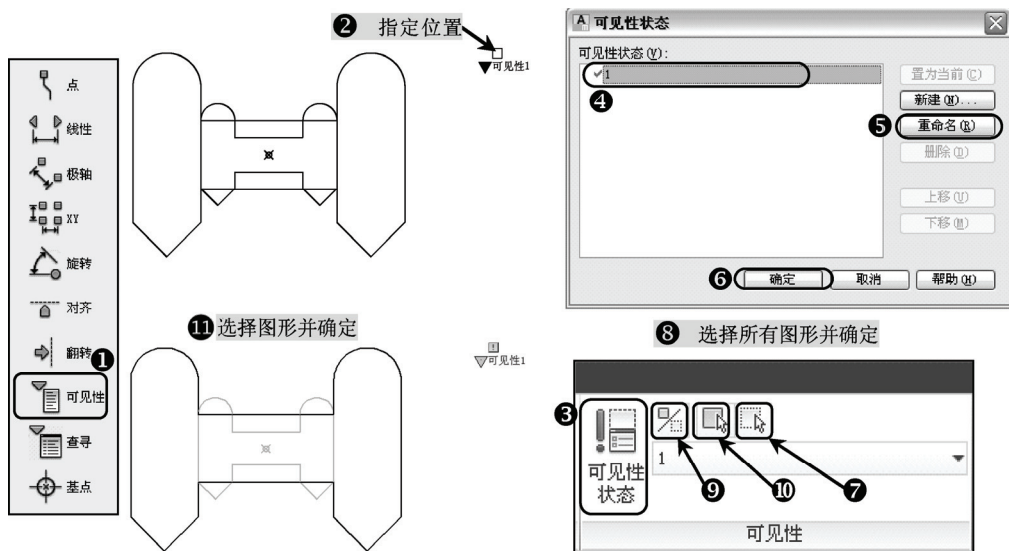

图 9-25 可见性操作 1
2) 在“块编写选项板”中的“参数”选项卡中单击“可见性”工具按钮，提示可见性参数放置位置，单击图形附近放置可见性参数；在“块编辑器”选项卡中的“可见性”面板中单击“可见性状态”按钮，弹出“可见性状态”对话框，将“可见性状态”栏中的“可见性状态 0”重命名为“1” (表示原始大小)，单击“确定”按钮，返回“块编辑器”截面；在“块编辑器”选项卡中的“可见性”面板中单击“使不可见”按钮，选择全部图形并确定，此时图形全部隐藏；继续在“块编辑器”选项卡中的“可见性”面板中单击“可见性模式”按钮，使被隐藏的图形呈暗显状态；继续在“块编辑器”选项卡中的“可见性”面板中单击“使可见”按钮，选择没有缩放过的图形 (原始大小) 并确定，如图 9-25 所示。